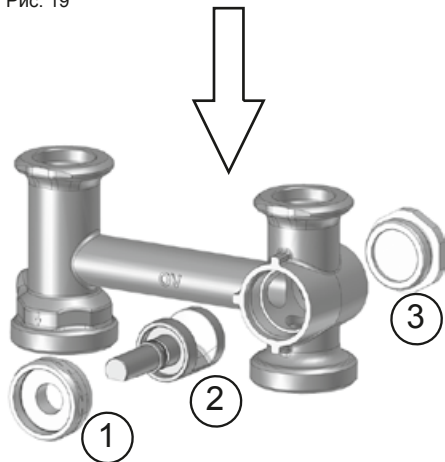

Рис. 20
5. Проверьте положение вентильной вставки. Ее плоская сторона должна указывать вниз и быть выровнена по горизонтали (Рис. 20). В этом положении вставка перекрывает подающую линию.